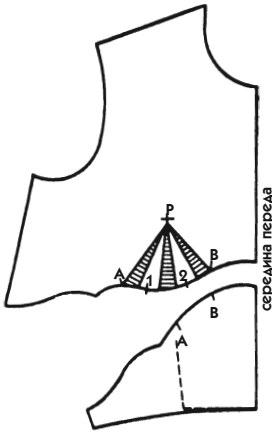

Рис. 488
7. Разрежьте лекало по линиям полосок 1 и 2 до точки Р. Закройте верхнюю вытачку. Положите на другой лист бумаги и равномерно раздвиньте полоски 1 и 2 (рис. 488).
8. От засечки А до засечки В выровняйте линию, вдоль которой будут расположены сборки, проведя изогнутую линию через середины концов маленьких деталей (сплошная линия на рис. 488).